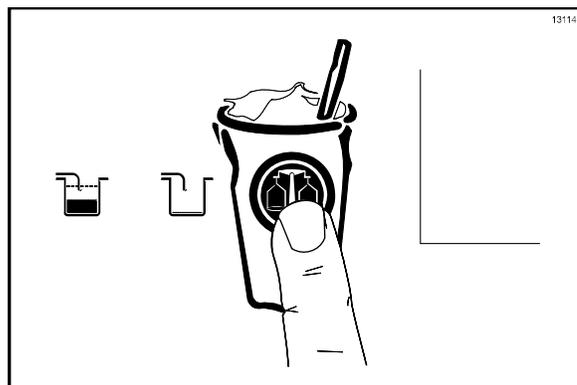

図42
1. CALIBRATION キー[☞]を押し、メニュー画面を表示します。CALIBRATION キー[☞]、シェイク側 AUTO キー^{❄️}、及び OPTIONAL FLAVOR キー[🌀]が点灯します(図42を参照)。